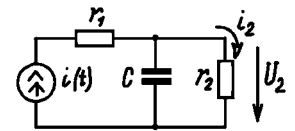

рис. 9
10. Для схеми **рис. 9** обчислити комплексний опір передачі  $Z(j\omega)$  для розрахунку вихідної напруги  $U_2(j\omega)$ . (11 оч.)